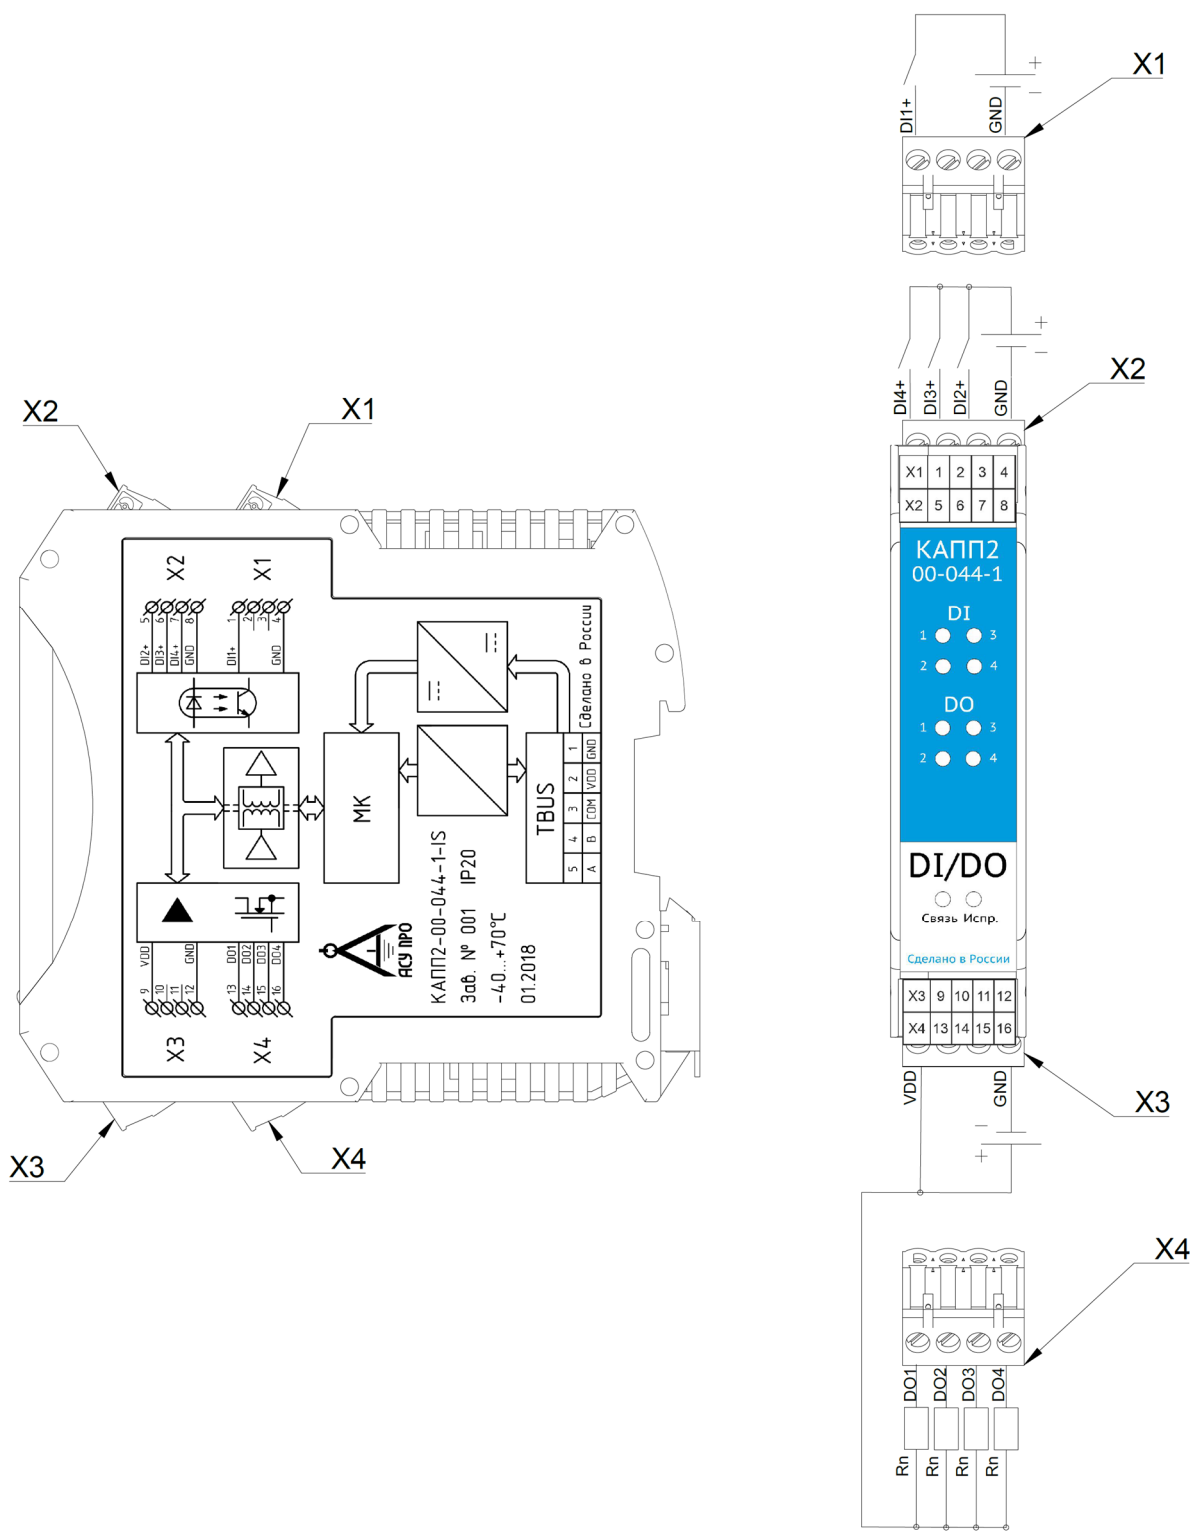

Рисунок 2 – Схема соединений модуля КАПП2-00-044-1
2.2.2.1 Питание модуля следует осуществлять от локального блока питания подходящей мощности, установленного совместно с модулем в шкафу электрооборудования. Во внешней цепи блока питания рекомендуется установить выключатель, обеспечивающий отключение модуля от сети. Подключение питания осуществляется через шину TBUS (см. рисунок 2).